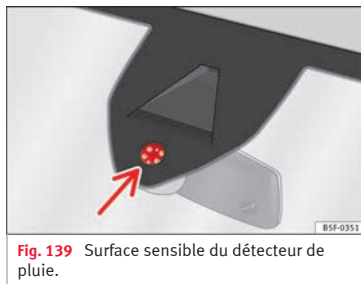

Fig. 139 Surface sensible du détecteur de pluie.
Les causes possibles d'anomalies et d'interprétations erronées *dans la zone de la surface sensible* **»** **fig. 139** du détecteur de pluie peuvent être :
- Nettoyez régulièrement la surface sensible du détecteur de pluie et recherchez d'éventuels dommages sur les balais » fig. 139 (flèche).